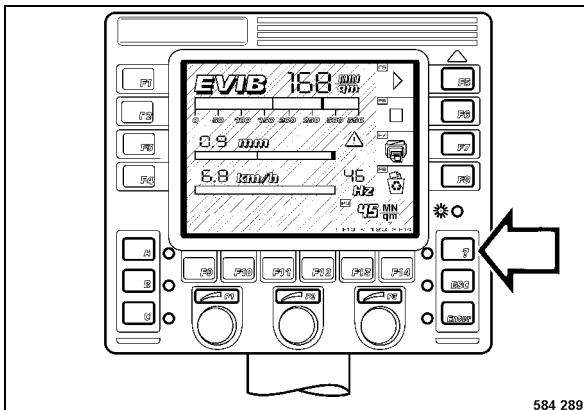

Fig. 74
- Pulsar la tecla con "F4" (menú) (Fig. 74).